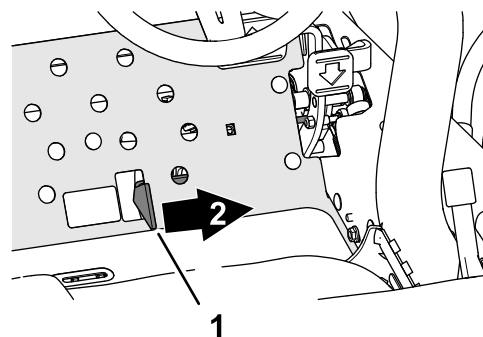

図 37
4. 昇降レバー 図 37 を前に倒すとカuttingユニットが降下して回転を開始する後カuttingユニットは前カuttingユニットよりも少し遅れて動作する。